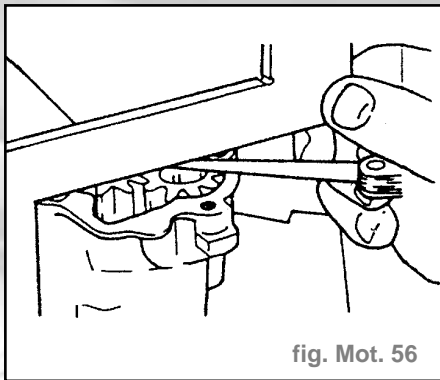

fig. Mot. 56
- Contrôler le jeu axial à l'aide d'un jeu de cales et d'une réglette (fig. Mot. 56).